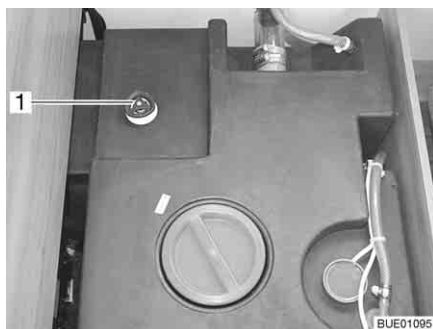

Fig. 209 Réservoir d'eau avec poignée tournante
- Faire tourner la poignée tournante (Fig. 209,1) du réservoir d'eau à fond dans le sens contraire des aiguilles d'une montre au-delà de la résistance pour ouvrir entièrement l'ouverture d'écoulement.